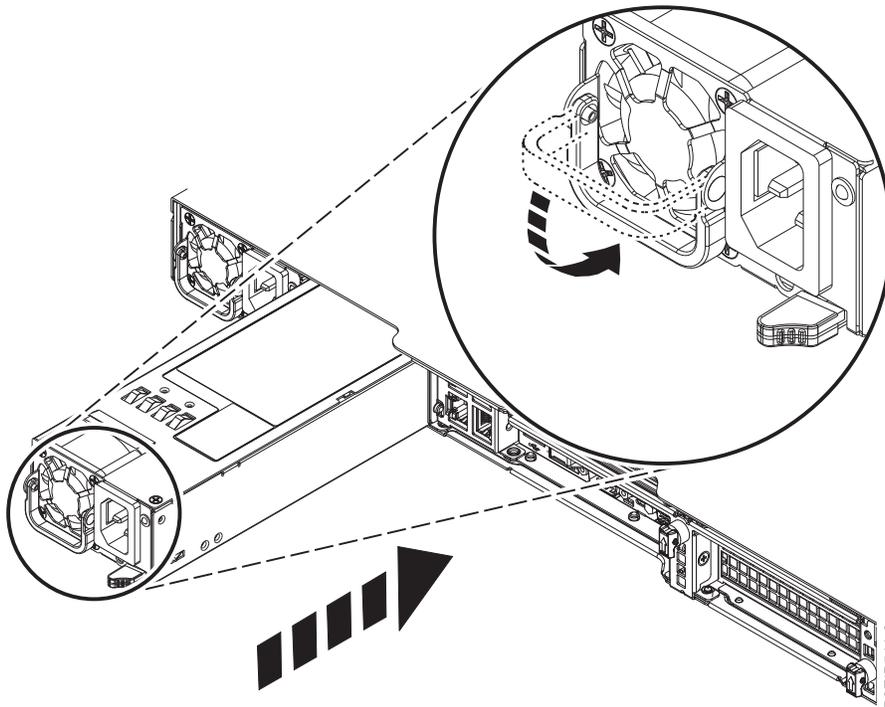

Abbildung 27. Austausch eines Netzteils im System
2. Richten Sie das Netzteil an der Position aus (siehe Abb. 27). Der Lüfter befindet sich auf der linken Seite; der Netzstecker befindet sich auf der rechten Seite. Schieben Sie das Netzteil in das System, bis die Verriegelung einrastet.